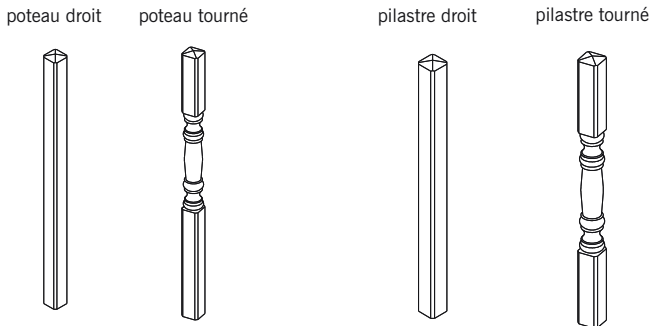

fig. 13.39
■ Le **poteau** (fig. 13.39) : montant d'extrémité d'un garde-corps ou d'une rampe. Suivant la longueur de l'ouvrage, des poteaux intermédiaires sont parfois nécessaires. Un poteau est dit **tourné** lorsqu'il a été exécuté au tour (machine-outil qui façonne des éléments cylindriques par rotation).